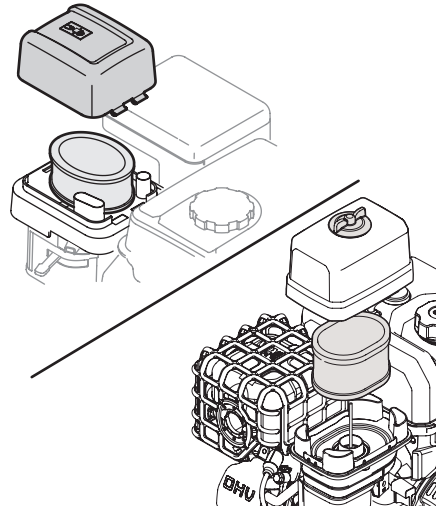

Figura 11
1. Oprima la lengüeta de la tapa del filtro de aire y levante la tapa o desenrosque el tornillo de apriete manual, en función del modelo de motor que tenga (Figura 11).